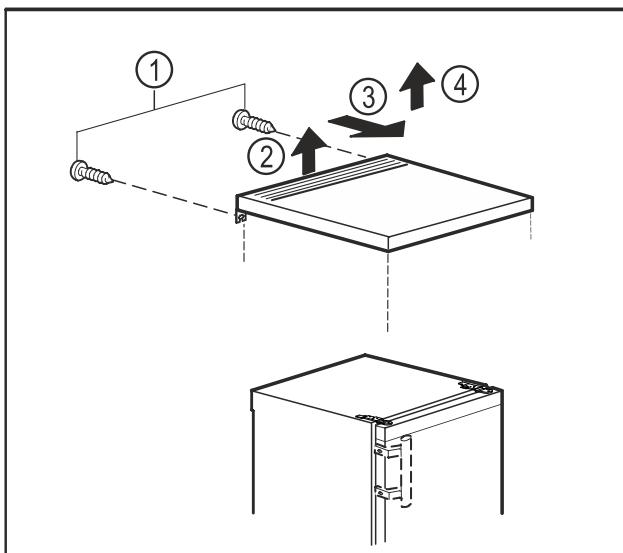

Fig. 6
- Odstranite vijke na zadnji strani. Fig. 6 (1)
- Od zadaj dvignite mizno ploščo. Fig. 6 (2)
- Mizno ploščo potisnite naprej. Fig. 6 (3)
- Mizno ploščo dvignite stran navzgor. Fig. 6 (4)